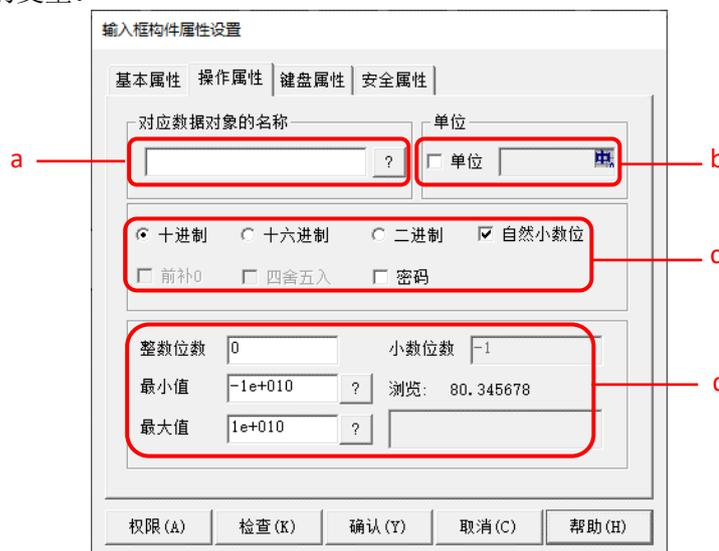

图 2.2-7 输入框操作属性设置
- ② 双击绘制的输入框构件，进入图 2.2-7 所示的【操作属性】，用户只需要在【操作属性】→【对应数据对象名称】中，点击 ? 按钮关联变量，并设置好输入格式，即可在工程运行时通过点击输入框，将数据输入到关联的变量。